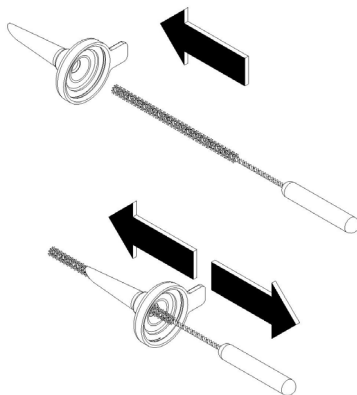

figura 12
- 4 Pulire il beccuccio di erogazione con l'apposito scovolino dato in dotazione. (vedere figura 12)